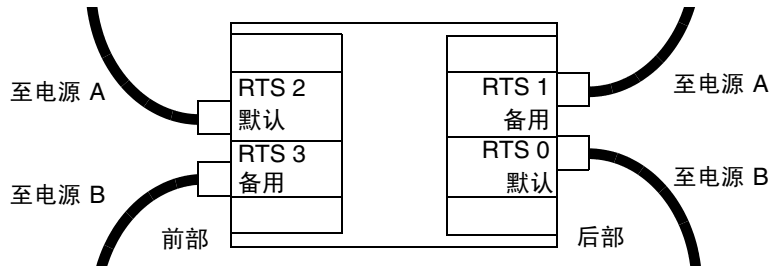

图 2-6 两个独立的交流电源
- 在具有两个独立交流电源的配置中，需要连接四根电源线，其中两根连接至系统前部，另外两根连接至系统后部（图 2-6）。